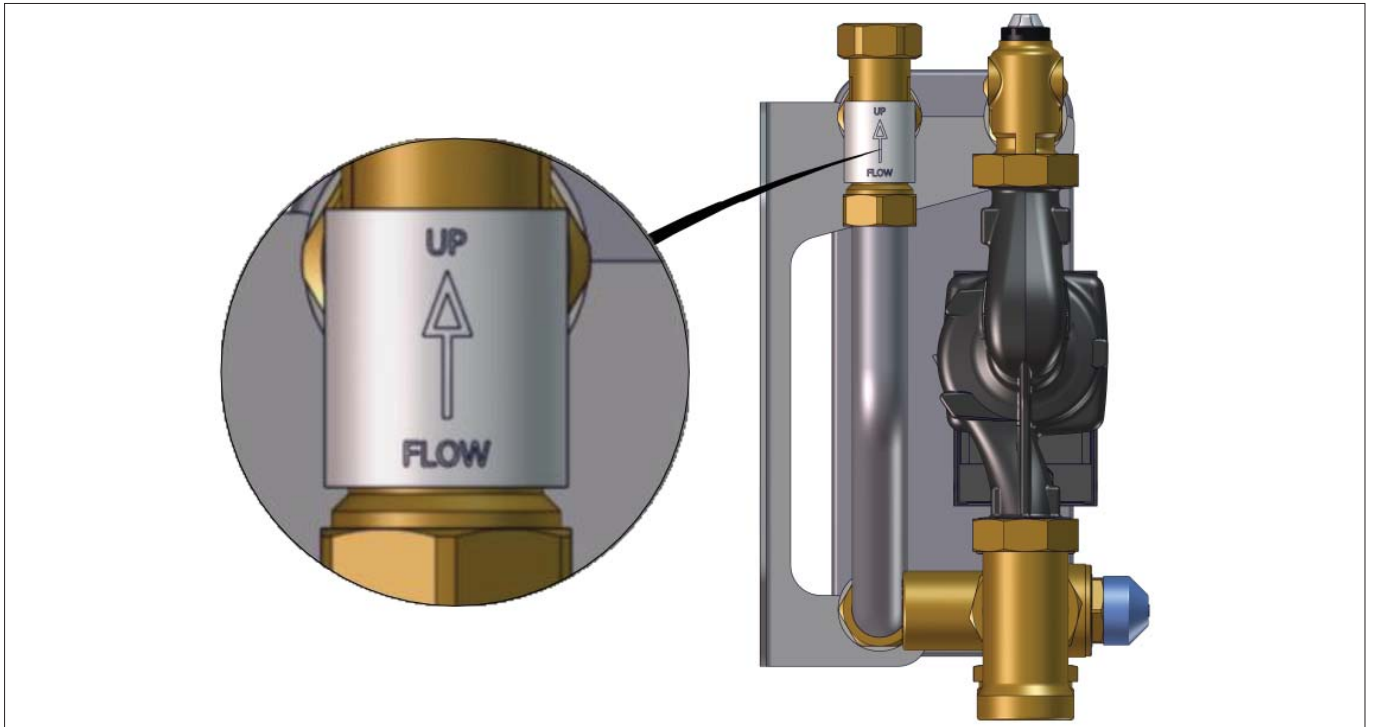

Abb. 10: Strömungsschalter - Einbaulage
1. Setzen Sie den Strömungsschalter mit einer Dichtung, in der korrekten Einbaulage ein (Abb. 10).